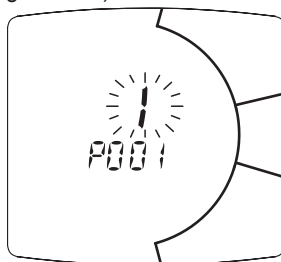

Figura 5.74
- Premere per più di 10 secondi il pulsante  per entrare nella programmazione dei parametri. (Figura 5.74).